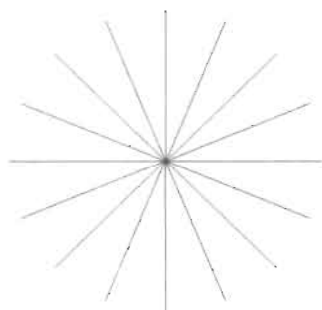

图 4-154
(2) 单击“修改”工具栏中的“环形阵列”按钮, 环形阵列复制出 16 条线段,如图 4-154 所示,命令执行过程如下。